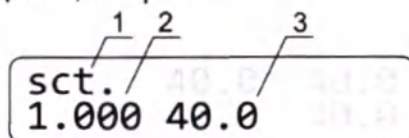

Рисунок 4. Дисплей в калибровочном режиме: 1. Индикатор калибровки; 2. Коэффициент калибровки; 3. Температура с текущим коэффициентом
Для изменения калибровочного коэффициента держите нажатой клавишу **TIMER RUN/STOP** дольше 8 с для входа в калибровочный режим. На дисплее появится калибровочный коэффициент, см. рис. 4.
7.3. **Восстановление заводских установок.** Чтобы восстановить заводские установки, с помощью кнопок **▲** и **▼ T (°C)** установите значение коэффициента 1.000, как показано на рис. 4/1. Нажмите кнопку **▶/■ RUN/STOP** один раз, чтобы сохранить изменения.
6.4.5. Держите клавишу **TIMER RUN/STOP** нажатой более 8 с, чтобы активировать режим калибровки. Дисплей покажет параметры, изображенные на рис. 4.